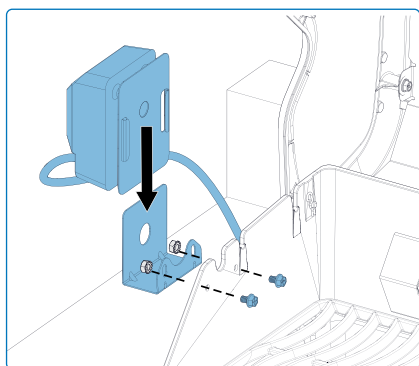

Fig. 3
1. Monter rotisserimotoren på siden af grillen ved hjælp af monteringsbeslaget/beslagene. Nogle modeller har en formonteret beslag (**Fig. 3**).
2. Når beslaget er fastgjort til grillen, skub rotisserimotoren på beslaget (**Fig. 3**).